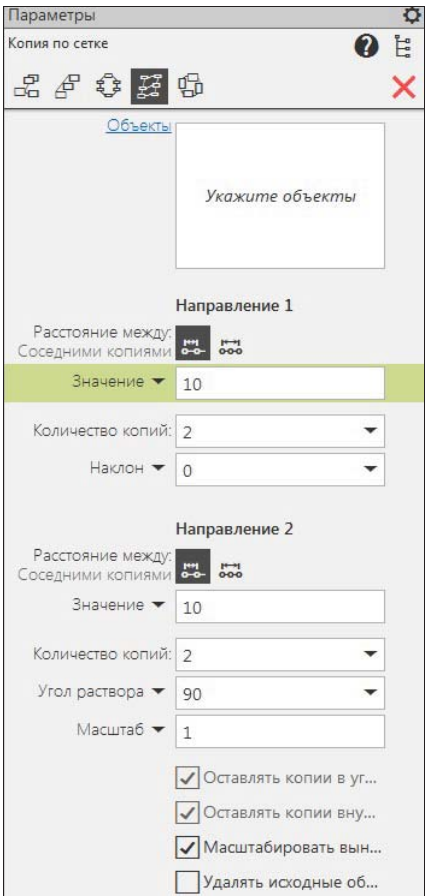

Рис. 11.17. Панель Параметры: Копия по сетке
- ♦ вызовите команду **Копия по сетке**. На панели **Параметры: Копия по сетке** (рис. 11.17) появились элементы управления, приведенные в табл. 11.1;